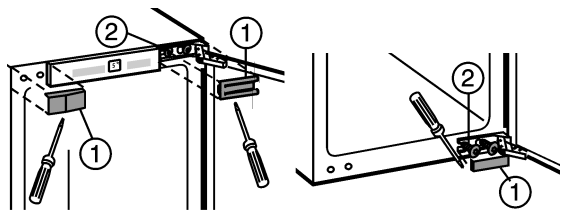

Fig. 1
- ▶ Retirer les caches Fig. 1 (1).
- ▶ Desserrer seulement les vis de fixation Fig. 1 (2).
- ▶ Déplacer les vis de fixation Fig. 1 (2) du haut et du bas de l'autre côté.
- ▶ Accrocher la porte de l'appareil aux vis de fixation Fig. 1 (2) montées au préalable.
- ▶ Serrer (avec un couple de serrage 4 Nm) les vis de fixation Fig. 1 (2).
- ▶ Remonter les caches Fig. 1 (1).